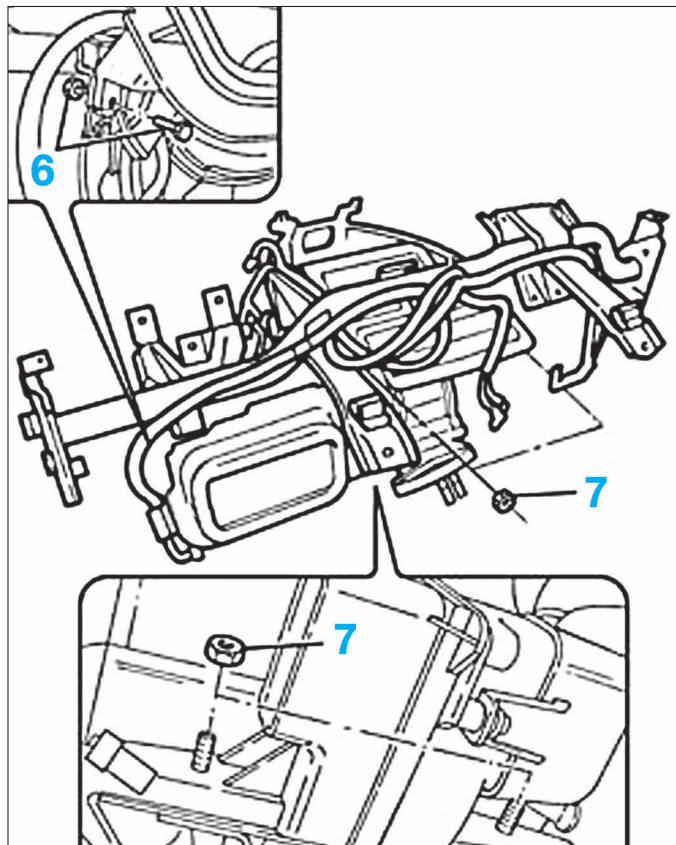

FIG. 13
- Débrancher les connecteurs d'alimentation, puis déposer la vis (6), puis les écrous (7) (Fig.13).